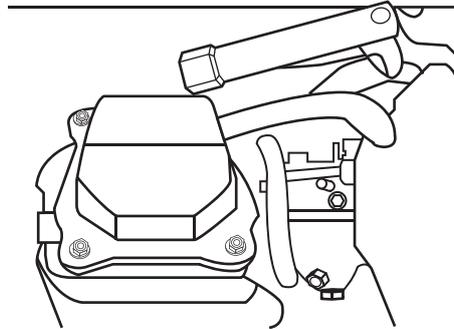

Abb. 21
- Entfernen Sie die Zündkerze mit dem Zündkerzenschlüssel (24). Stecken Sie den Zündkerzenschlüssel dazu mit dem breiteren Ende auf die Zündkerze (Abb. 21).